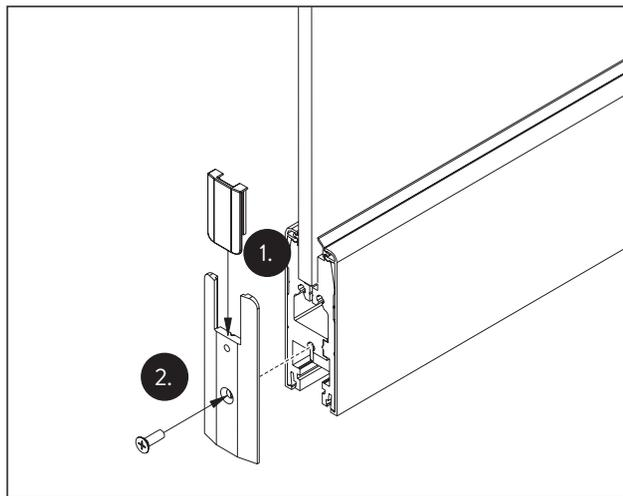

Fig. 43 Montare la coperture frontale
1. Mettere il tappo di plastica nero sulla copertura frontale (Fig. 43/1).
2. Fissare con le viti l'intera copertura frontale alla guida con le viti (Fig. 43/2).